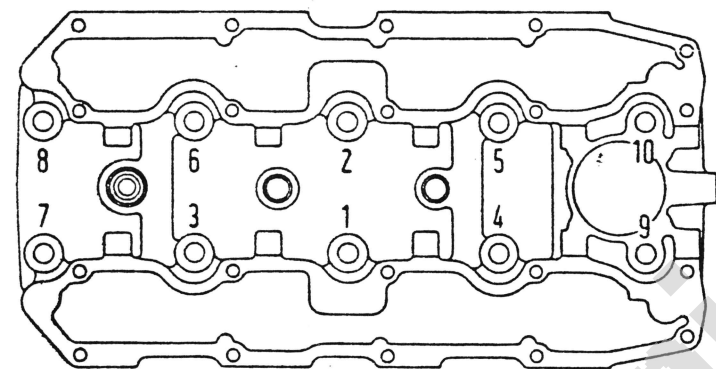

Abb. 14. - Schema der Anzugsreihenfolge der Befestigungsschrauben des Zylinderkopfes auf den Zylinderblock.
Das Anziehen der Befestigungsschrauben des Zylinderkopfes am Kurbelgehäuse erfolgt mittels eines Drehmomentschlüssels gemäss der Anzugsreihenfolge in Abb. 14. Das Anziehen dieser Schrauben muss progressiv und in nicht weniger als zwei Stufen, durchgeführt werden:
- Zwei Hilfsbolzen in die Bohrungen der Zylinderkopf-Befestigungsschrauben einschrauben, z.B. in die Bohrungen für die Schrauben 3 und 9 (Abb. 14).
- Die Befestigungsschrauben laut der vorgeschriebenen Reihenfolge (Abb. 14) und Spannkraft anziehen